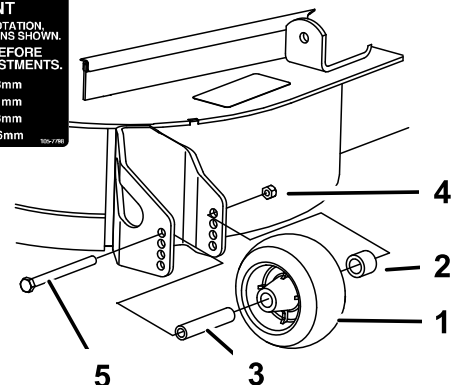

Bild 14
1. Nach dem Einstellen der Schnitthöhe sollten Sie die Rollen einstellen. Nehmen Sie die Bundmutter, die Büchse, das Distanzstück und die Schraube ab (Bild 14).
3. Setzen Sie die Bundmutter, die Büchse, das Distanzstück und die Schraube ein. Ziehen Sie sie auf 54 bis 61 Nm an (Bild 14)